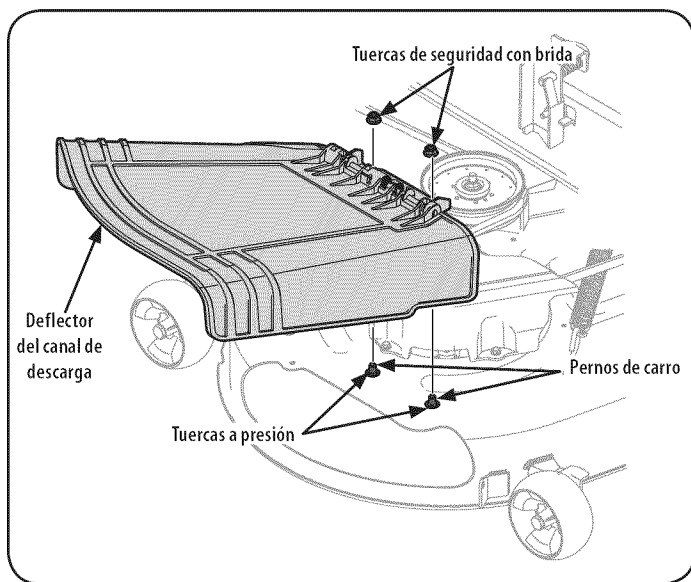

Figura 7
3. Instale el deflector del canal de descarga usando los pernos del carro, las tuercas a presión y las tuercas de seguridad con brida, como se indica en la Figura 7 y sujete bien los elementos de ferretería.